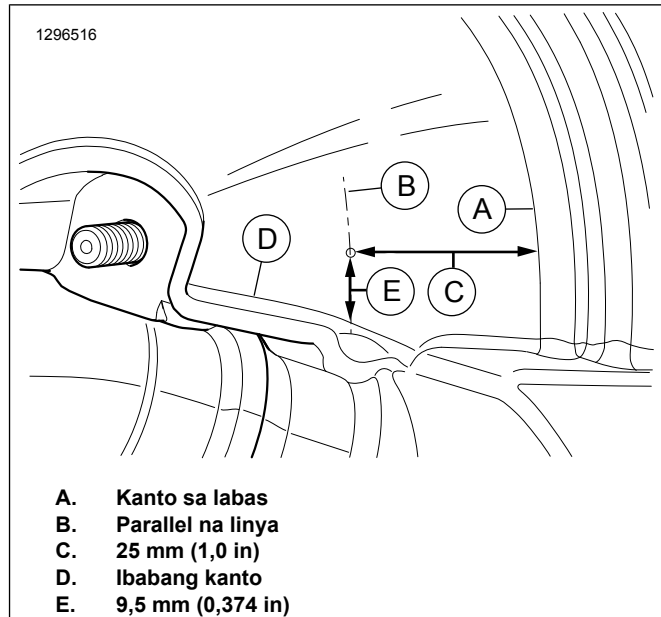

Figure 10. Lokasyong Idi-drill
12. Tingnan ang Figure 10 . Mula sa kanto sa labas (A), magmarka ng parallel na linya (B) sa tinukoy na layo (C).